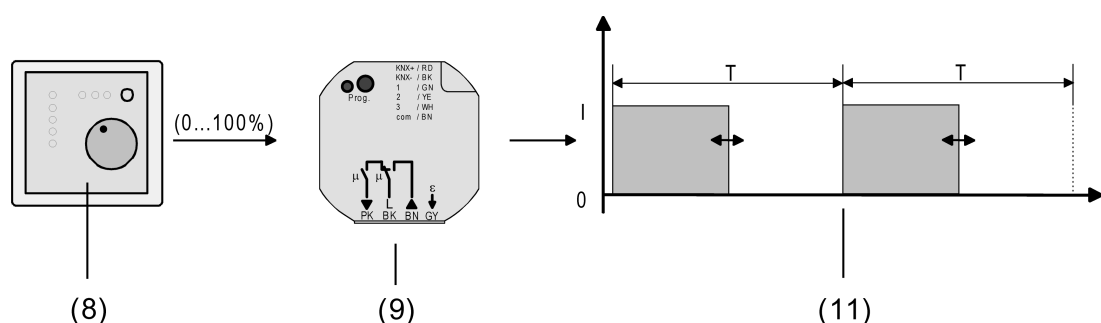

Figura 41: Principio di grandezza regolante con grandezza regolante continua
(8) Regolatore di temperatura ambiente (RTA) (grandezza regolante a "1 bit")
(9) Attuatore veneziana e riscaldamento
(10) Segnale d'uscita a commutazione per azionamenti valvole
Il telegramma valore ricevuto tramite l'oggetto a 1 byte "Grandezza regolante" viene convertito dall'apparecchio, in modalità normale, in un segnale di commutazione equivalente con modulazione a larghezza d'impulsi in corrispondenza delle uscite valvola (figura 41). Il valore medio del segnale d'uscita risultante da questa modulazione, nel rispetto del tempo di ciclo impostabile nell'apparecchio (T), indica la posizione media della valvola di regolazione e rappresenta dunque un riferimento per la temperatura ambiente impostata (v. "Modulazione a larghezza d'impulsi con grandezze regolanti continue e posizioni nominali valvola continue").